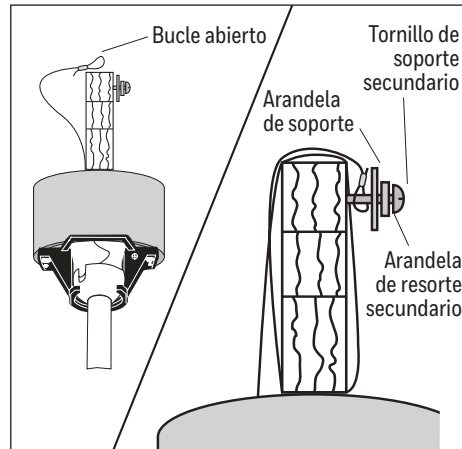

Figura 4.2
2. Instale el tornillo de soporte secundario, la arandela de resorte secundaria y la arandela de soporte parcialmente en el costado del soporte instalado en el techo. Luego, levante el cable trenzado por sobre el soporte de techo y coloque el bucle abierto del cable trenzado alrededor del tornillo de soporte secundario. **Nota:** Es posible que no se pueda acceder al soporte de techo desde abajo. Si no es así, se debe acceder desde arriba. **Importante:** el cable trenzado debe formar un círculo completo alrededor del soporte para asegurar el ventilador (Figura 4.2).